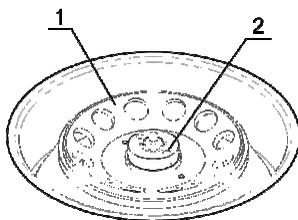

Fig. 1. Installazione del rotore
- montare il rotore (fig.1/1) e assicurarlo con il controdado in modo che sia ben saldo, il dado deve essere posizionato in modo che i fori siano rivolti verso l'alto (fig.1/2) e deve essere fissato girando la chiave in senso orario.
- se la centrifuga è accesa, premere il tasto Open (fig.1/1) e aprire il coperchio esterno sollevandolo verso l'alto con una mano;